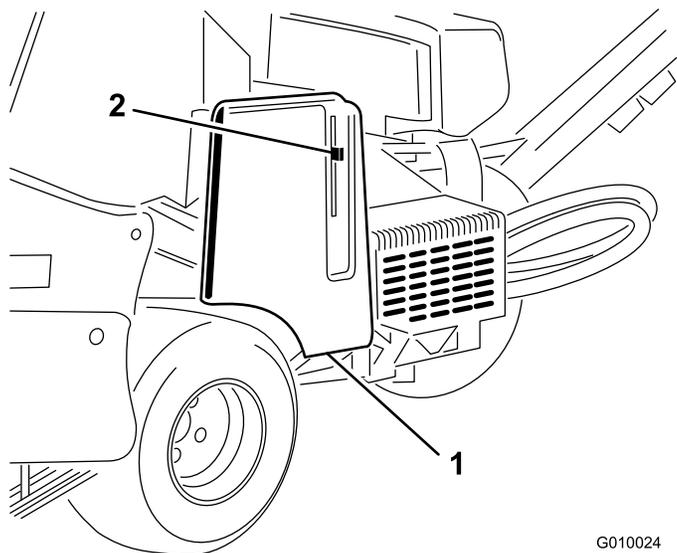
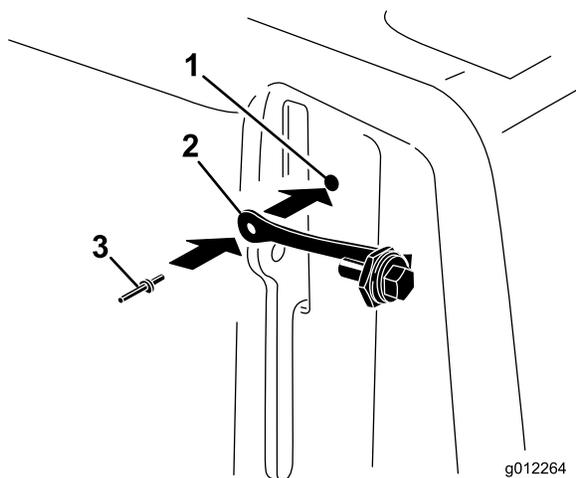

図 8
図 9
1. ラッチカバーの隣にあるベルトカバーの穴を探し図8および図9。
2. ベルトカバーの穴を使って、ポップリベットのついたストラップを取り付ける 図 9。